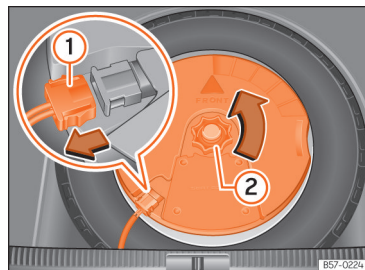

Рис. 242 Багажний відсік: знімання сабвуфера.
- Від'єднайте проводи від динаміка сабвуфера » **рис. 242 ①**.
- Відкрутіть кріпильний гвинт запасного колеса проти годинникової стрілки » **рис. 242 ②**.